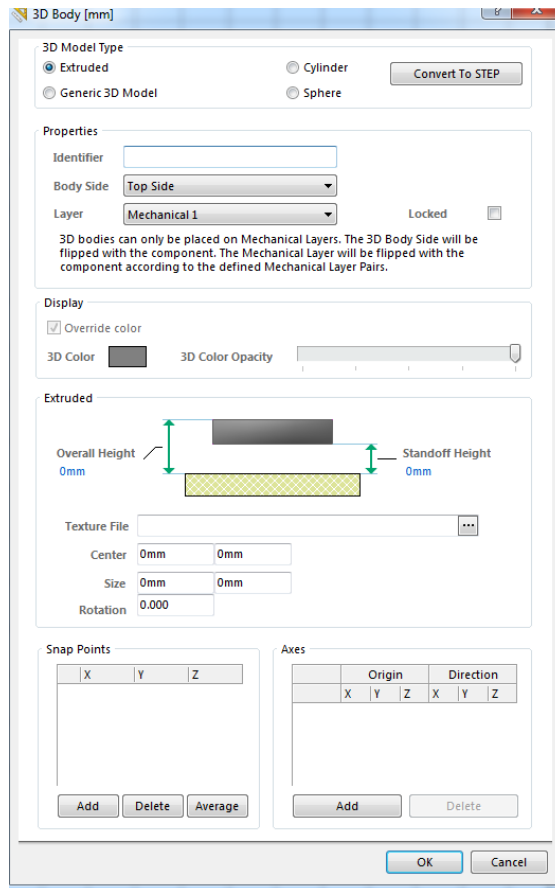

Рис. 3.16
13) У вікні, що відкрилося (Рис. 3.16), у пункті **3D Model Type** встановіть позначку на **Extruded**. Встановіть висоту корпусу у пункті **Overall Height** рівною 5 мм, та натисніть **OK**.